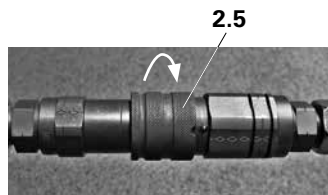

Fig. 56: Giro del anillo de sujeción
1. Girar el anillo de sujeción (2.5) de la toma (2.3) hasta la marca. La conexión está desbloqueada. (Fig. 56)